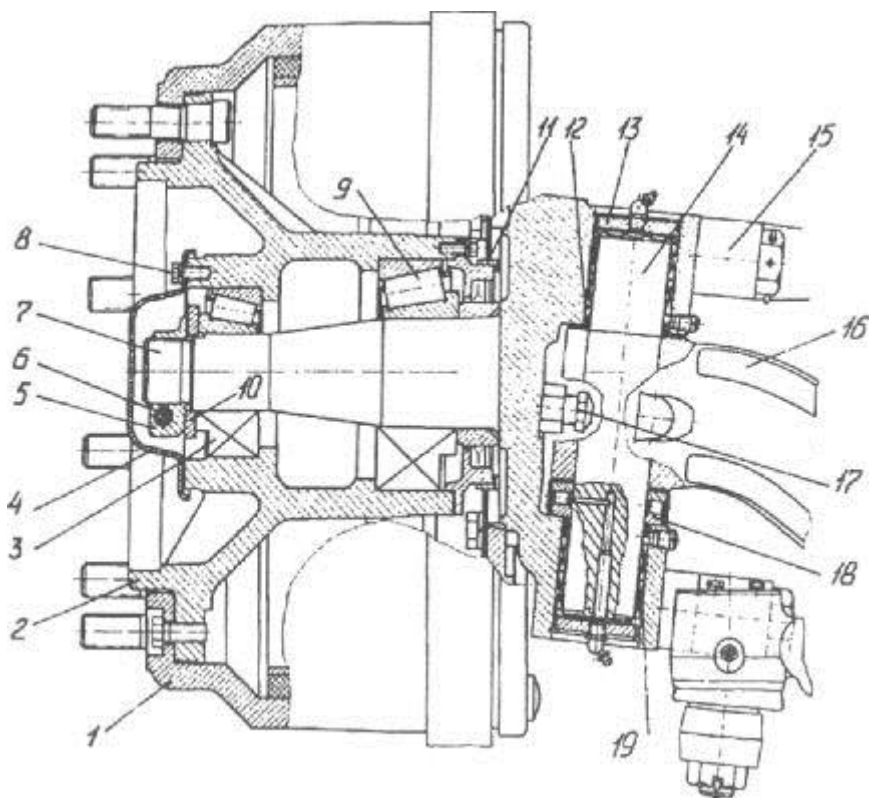

Рисунок 27. Передняя ось
- снять крышку 4 (рисунок 27), ослабить гайку 5 подшипника, отвернув болт 6, и проверить легкость вращения ступицы 2. В случае тугого вращения необходимо снять ступицу и проверить, не вызвано ли это повреждением манжеты или подшипников;